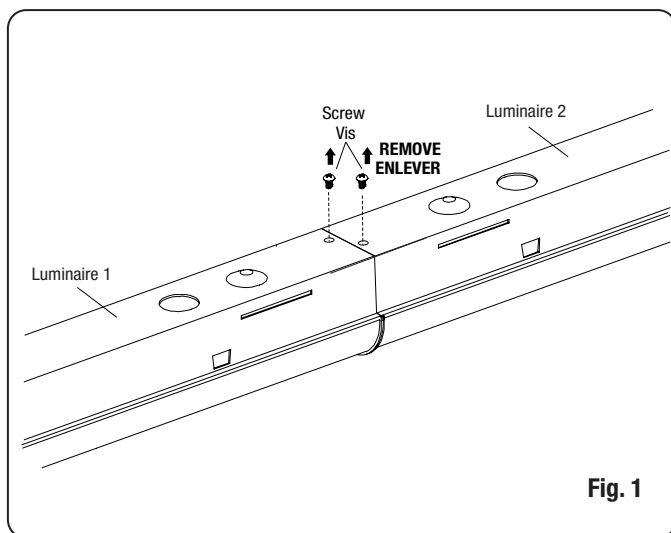

Fig. 1
SURFACE MOUNT (Fig. 1)
1. Install the two mounting brackets on the ceiling by using the two anchors and the two mounting screws (see Fig. 1 installation step "a" and SURFACE MOUNT INSTALLATION DIMENSIONS table).
2. Install the two provided junction box canopy plates on the luminaire housing by using the four screws, in order to cover the junction box as shown in Fig. 1 detail and installation step "b".
3. Connect luminaire wires to the junction box wires (wire connectors not included) as follows: The GROUND wire, connected to the grounding conductor, the BLACK wire to the line conductor (HOT) and the WHITE wire to the NEUTRAL conductor. For the Dimming Circuit connect purple lead to "+" lead and the pink lead to "-" lead. (Fig. 1 installation step "c").
4. Install the luminaire on the ceiling. Clip the luminaire by using the two mounting brackets and the four side grooves of the housing (Fig. 1 installation step "d").
MONTAGE EN SURFACE (Fig. 1)
1. Installer les deux supports de montage sur le plafond en utilisant les deux ancrages et deux vis (voir sur la Fig. 1 étape d'installation "a" et le tableau DIMENSIONS POUR L'INSTALLATION EN SURFACE).
2. Installer les deux couvercles pour la boîte de jonction fournis sur le boîtier du luminaire en utilisant les quatre vis, de telle manière qu'ils couvrent la boîte de jonction comme montré sur la Fig. 1 détail et étape d'installation "b".
3. Raccorder les fils d'alimentation du luminaire aux câbles présents dans la boîte de jonction (capuchons de connexion non inclus), soit le fil de mise à terre connecté au fil de mise à terre, le fil NOIR avec le conducteur VIVANT et le fil BLANC avec le conducteur NEUTRE. Pour le circuit de gradation de la lumière, connecter le fil violet au fil "+" et le fil rose au fil "-". (Fig. 1 étape d'installation "c").
4. Installer le luminaire dans le plafond. Fixer le luminaire en utilisant les deux supports de montage et les rainures latérales du boîtier du luminaire (Fig. 1 étape d'installation "d").
1. Remove the screw from the upper corner of each luminaire as shown in Fig.1.
2. Place luminaires in row. Be sure that luminaires threaded holes fit the same positions as shown in Fig. 1, in order to accommodate the Continuous row mounting connector.
1. Retirer la vis du coin du haut de chaque luminaire comme indiqué sur la Fig.1.
2. Placer les luminaires en rangée. Assurez-vous que les trous filetés des luminaires correspondent aux positions indiquées sur la Fig. 1, afin d'accueillir les vis du connecteur pour montage en rangée continue.